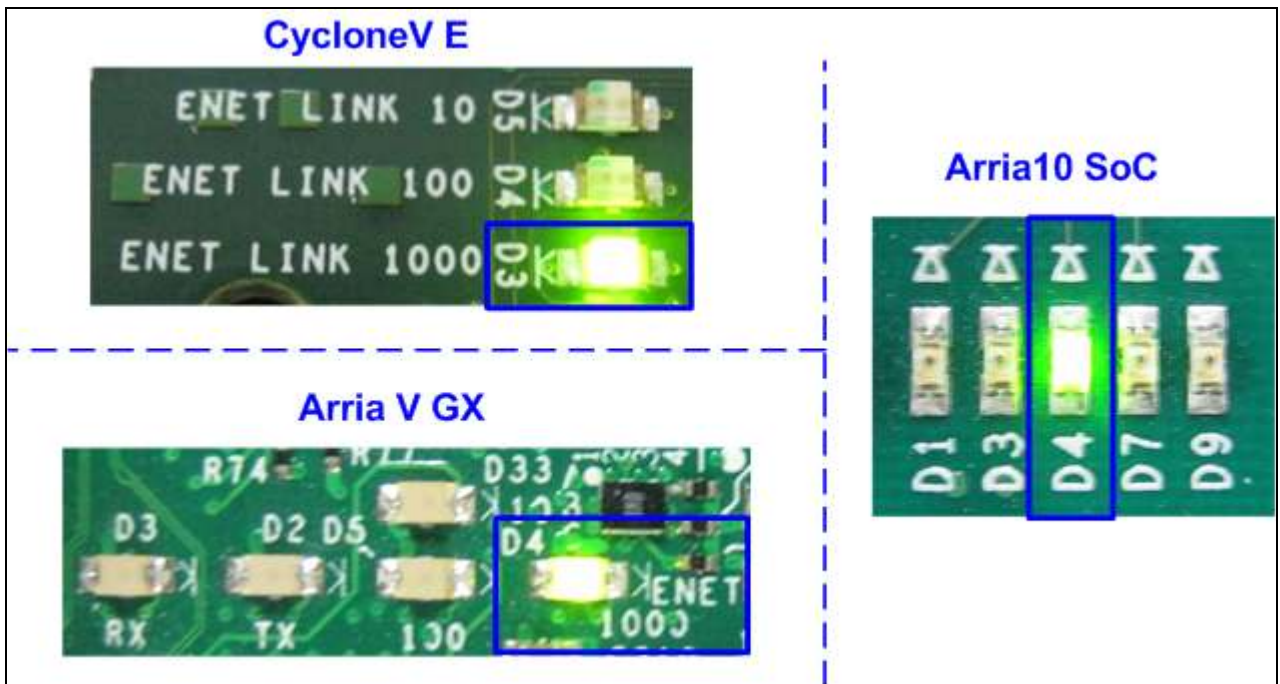

図 4-2: イーサネット 1000 の LED 状態
- (6) FPGA ボードの LED 状態をチェックし LED0/1/3 が全て OFF であることを確認します。
- (7) 図 4-2 のように 1G リンク状態を示す PHY チップの LED が点灯していることを確認します。